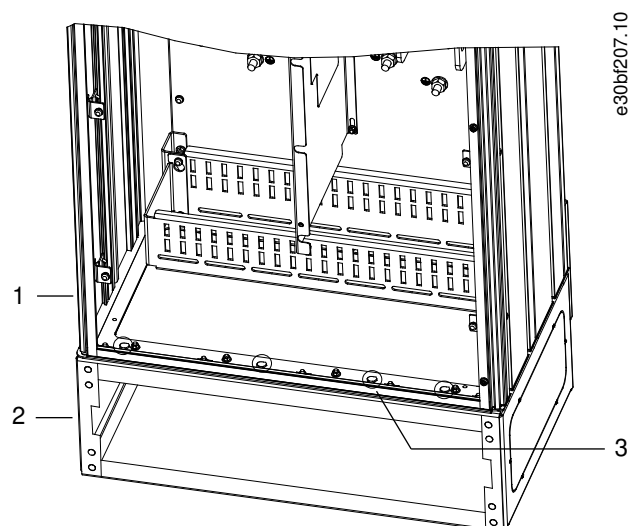

Ilustración 12: Puntos de montaje del alojamiento en el pedestal
4. Fije el alojamiento alrededor de la parte superior del pedestal mediante seis sujeciones M10×30. Consulte el apartado Ilustración 12. Apriete ligeramente todos los pernos hasta que estén todos instalados.